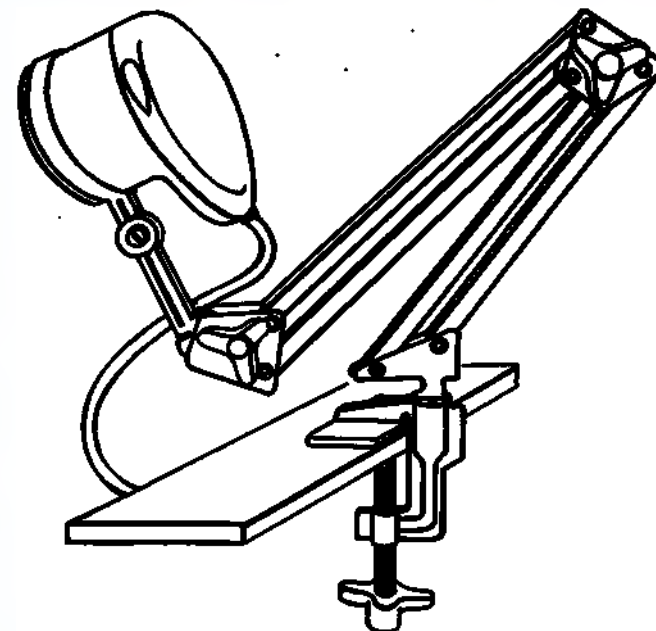

Рис. 5. Кронштейн с держателем терминала
8.10. По дополнительному требованию Заказчика аппарат может быть укомплектован кронштейном с держателем терминала (рис. 5).